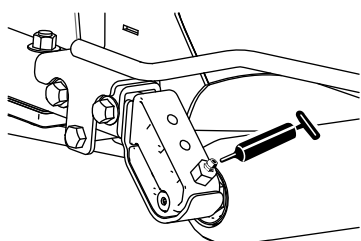

Figura 42
- 2 (per apparato di taglio) cuscinetti del rullo posteriore (Figura 42)